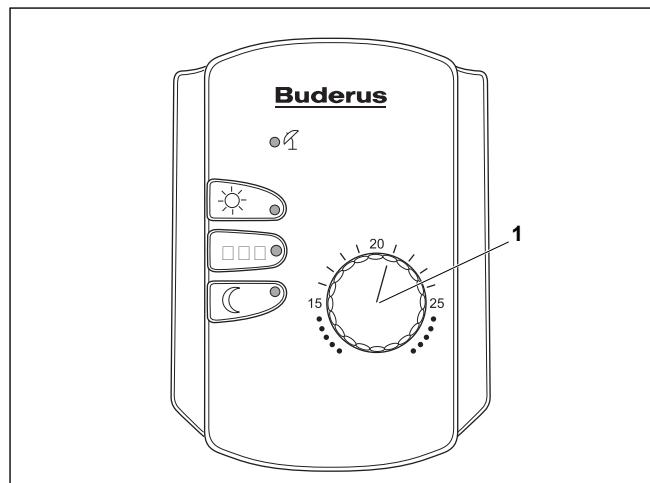

Рис. 11 Дистанционное управление [1] ручка управления
- Выставите ручкой управления (рис. 11, поз. 1) нужную комнатную температуру, например, 21 °C. Диапазон настройки составляет 11 °C–30 °C.